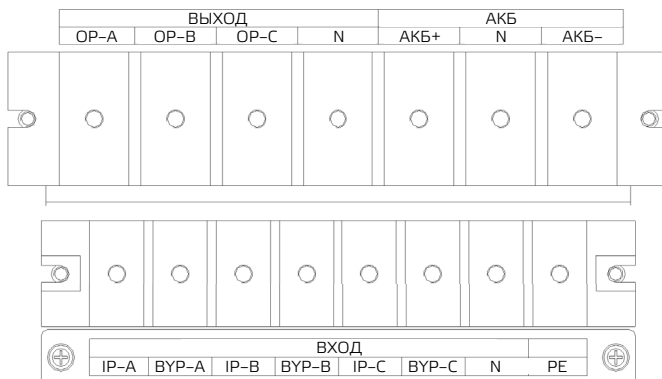

Рис. 3-5 Клеммы подключения в моделях 40-60 кВА
2. Снимите крышку клемм. Входные и выходные клеммы, клеммы батареи и клемма защитного заземления показаны на рис. 3-4 и рис. 3-5.